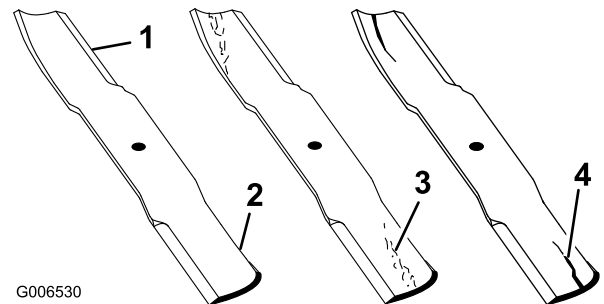

Figura 84
1. Inspeccione as extremidades de corte (Figura 84). Se as extremidades não estiverem afiadas ou estiverem amolgadas retire e afie as lâminas. Consulte (página).
2. Inspeccione as lâminas, especialmente a área curva (Figura 84). Se verificar quaisquer danos, desgaste, ou a formação de ranhuras nesta área (Figura 84), instale imediatamente uma lâmina nova.